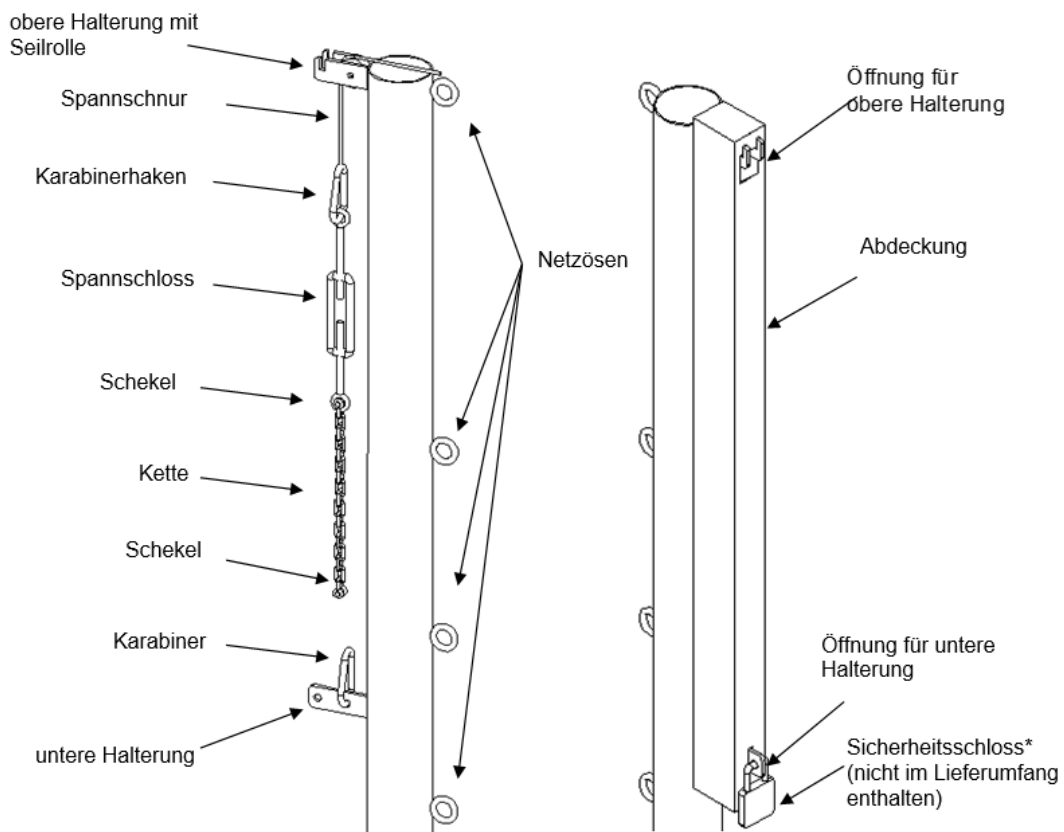

Abb. 3: Aufbau der Spannvorrichtung
- Nun befestigen Sie das Netz an den vorhandenen Ösen. Legen sie die Spannschnur des Netzes über den Pfosten und führen Sie diese in die Seilrolle. Haken Sie die Spannschnur in den Karabinerhaken ein und befestigen Sie den Karabinerhaken an dem Spannschloss. (Abb. 3)